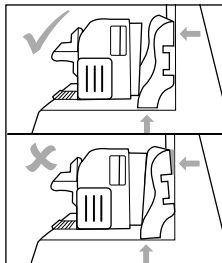

Fig. 9
- ◆ D'une main, retenez le produit fermement par un bras mobile ❶. Maintenez aussi les plinthes qui ne gardent pas un angle de 90° après le serrage (voir fig. 9).